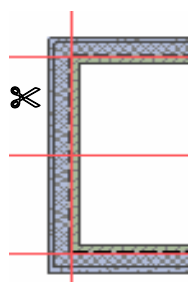
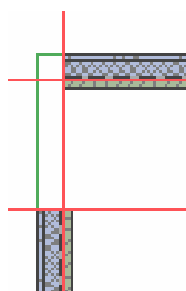

Рис. 50
Рис. 51
25. Нажмите клавишу **[Ctrl]** и переместите курсор на стену между двумя красными линиями структурной сетки. При этом должен появиться курсор-ножницы (рис. 50). Щелчком выполните операцию отсечения. Отрезок стены, расположенный между двумя другими стенами, будет отсечен и удален из проекта (рис. 51).